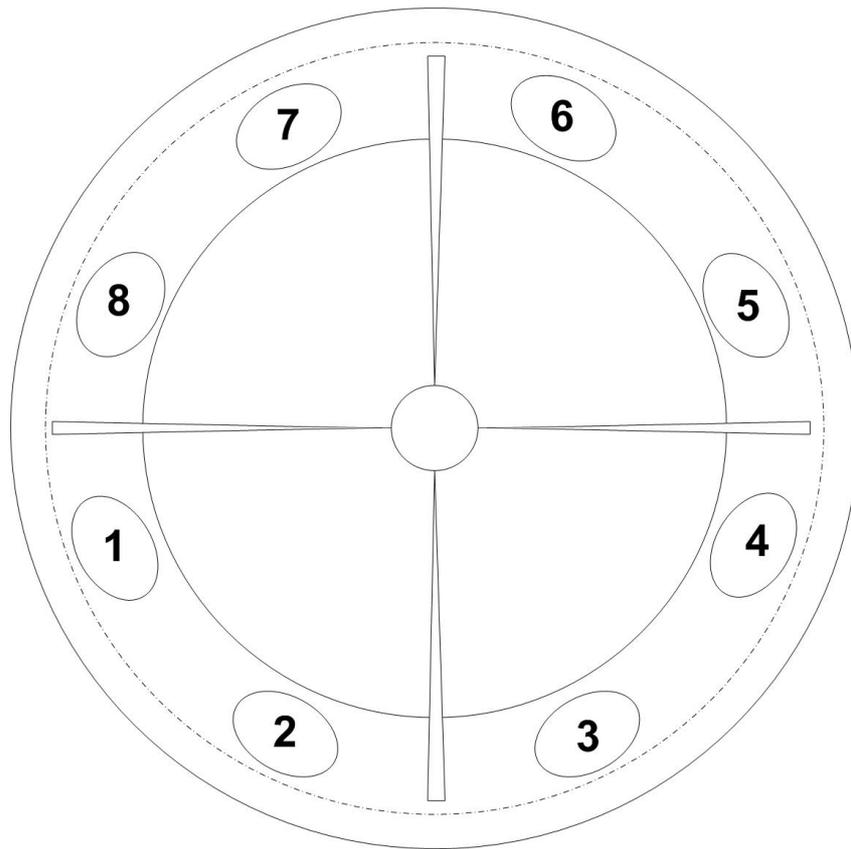

Fig. 1
2. Posizionare il telescopio a SUD e togliere 2 o 3 piastre (tonde-piccole) dalle posizioni 1-2-3-4-5 dell'anello del telesc. (vedi fig. 1) lasciando una sola piastra in ogni rispettivo foro.
6. Posizionare il telescopio a NORD, togliere 2 o 3 piastre dalle posizioni 6-7-8 (vedi fig. 1), in modo da lasciare una sola piastra in tutti i fori e **fissare il tirante NORD all'anello.**